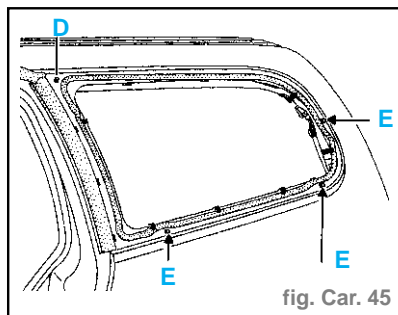

fig. Car. 45
- Monter les cales partie (2) dans les trous (E). (fig. Car. 45)
- Faire reposer la partie (1) sur le bord de la feuillure de la custode.
- Monter uniquement la partie (2) dans le trou (D).
- Après dépose du cordon de colle sur la vitre, présenter et mettre en butée la vitre contre les cales fixées en (E).
- Faire reposer la partie basse de la vitre sur les cales de positionnement en hauteur (1).
- Plaquer le vitrage sur les cales (2) de positionnement en profondeur.
**Remarque :** Ne pas omettre en fin de temps d'immobilisation du véhicule, de retirer la partie de positionnement en hauteur (1).